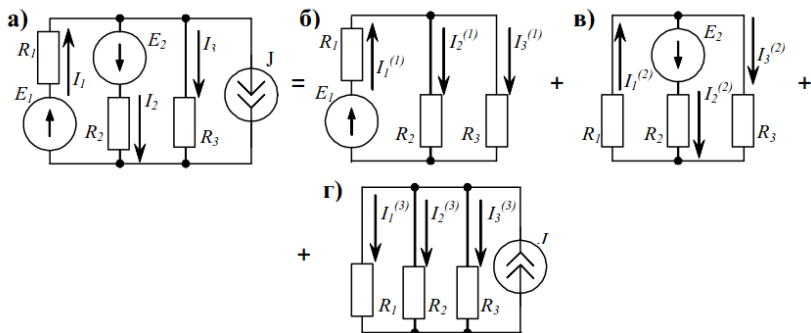

Рисунок 1.22 – Схеми для метода накладання
1. Дане коло містить три джерела (два джерела ЕРС і одне джерело струму), тому представимо його у виді трьох схем, у кожній з яких залишено одне з джерел (рисунок 1.22, б, в, г) Знайдемо часткові струми в кожній схемі:
Струм будь-якої виділеної вітки, наприклад ab , не зміниться, якщо активну частину електричного кола (активний двополюсник A), до якої приєднана виділена вітка ab , замінити джерелом з ЕРС E , рівним напрузі на затискачах розімкнутої вітки U_x і опором R_{bx} , рівним входному опору активної частини кола чи джерелом струму J , значення якого дорівнює струму I_k короткозамкнутої виділеної вітки ab , і провідністю G_{bx} , рівної входній провідності активної частини кола (рисунок 1.22).